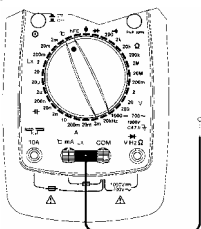

Рисунок 11
- (1) Вставьте вилку термодатчика в гнезда **COM** и **°C**.
- (2) Установите поворотный переключатель в положение **°C**. Подключение показано на рис. 11.
- (3) Прижмите датчик термодатчика к объекту измерения.
- (4) Если на дисплее Вы увидите только символ "0L", это означает состояние перегрузки.
- (5) Прочитайте на ЖК-дисплее показание результата измерения.